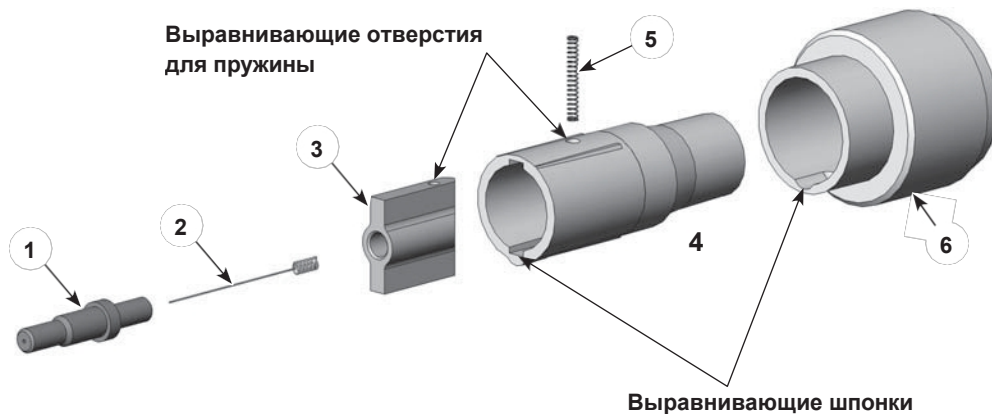

Рисунок 20 Замена опорной втулки электрода
**Детали опоры электрода SD:** (см. рис. 20)
- Втулка (4) и пружина (5) продаются в комплекте.
- Узел опоры (6) содержит резистор. Если резистор выходит из строя, необходимо заменить весь узел.
- Электрод (2) и держатель электрода (1) продаются отдельно. Для конических и плоских/угловых форсунок используются разные электрододержатели.